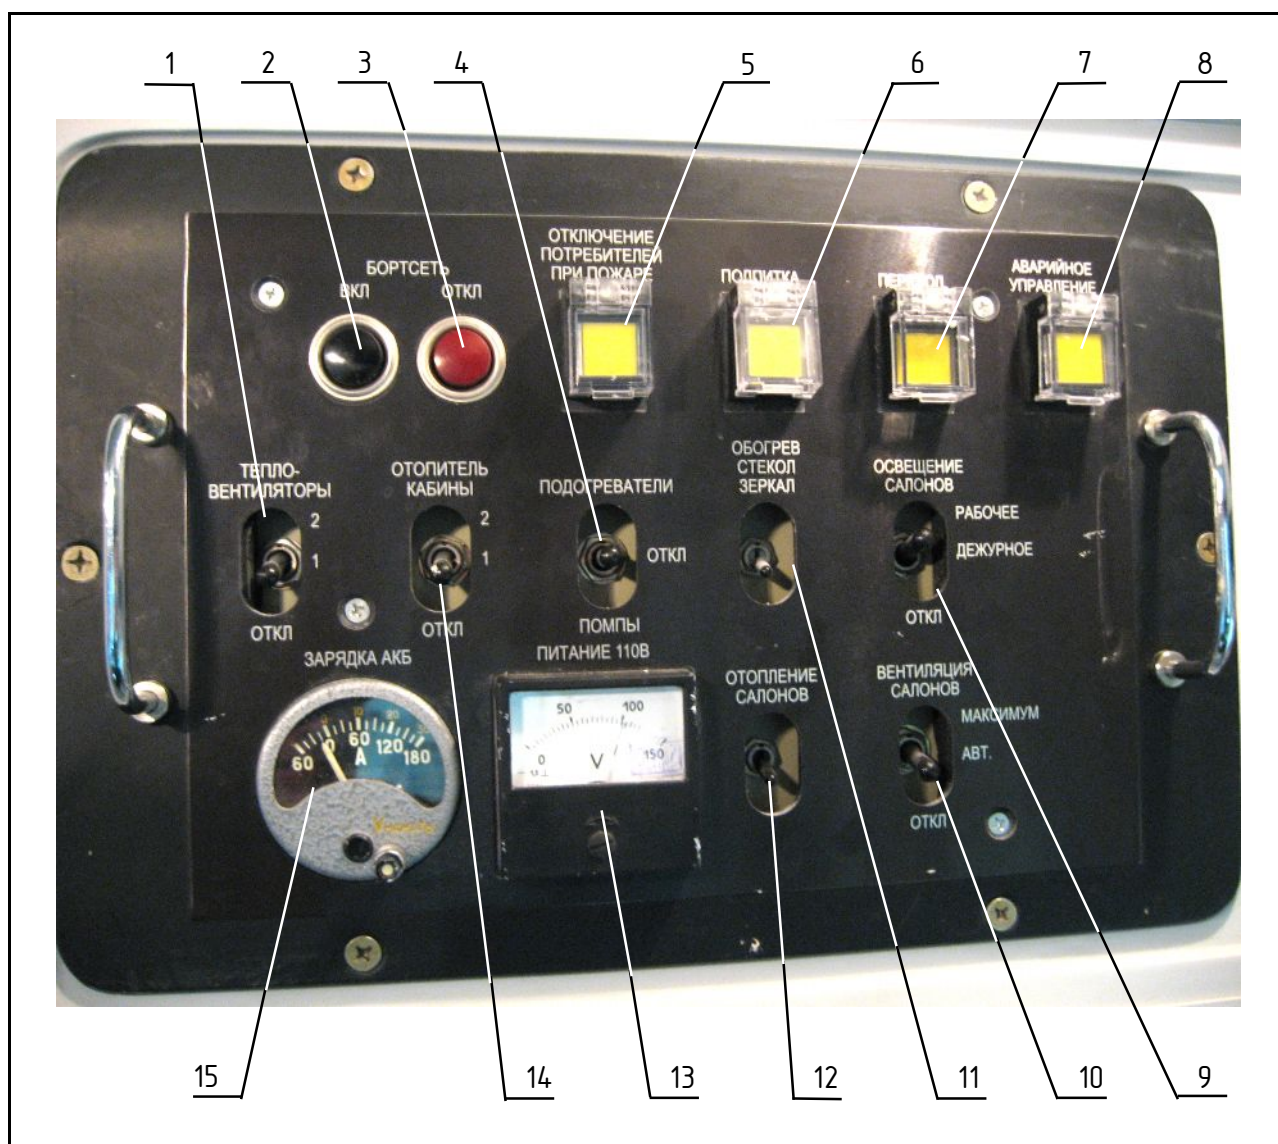

Рисунок 4.1 – Панель органов управления. Внешний вид
- Отключение СКУТС производится при выключении БОРТСЕТИ нажатием на кнопку БОРТСЕТИ ОТКЛ, расположенную на ПОУ (рисунок 4.1 позиция 3). При этом на дисплее ППТС появляется сообщение о сохранении параметров при нормальном выключении БС.